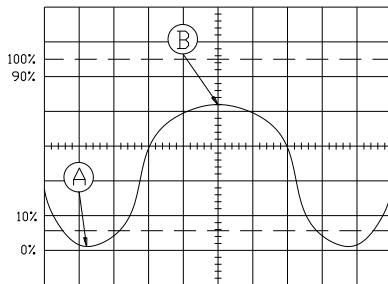

Fig. 5-3
- (1) CH1 또는 CH2 에 신호를 입력하고 선택한 채널을 VERT 로 설정합니다.
- (2) 전압 감쇠기를 설정하고 파형을 관찰합니다. 표시된 파형을 약 5 DIV 로 유지하십시오. 변수를 확인하고 시계 방향으로 CAL 로 돌립니다.
- (3) 레벨을 조정하여 파형을 안정되게 유지합니다 (레벨이 고정 된 경우 필요 없음)
- (4) 화면에 적어도 하나의 파형 주기가 표시되도록 Sweep 속도를 조정합니다.
- (5) 수직 위치를 조정하여 물결이 화면의 특정 수평 좌표에 오도록 유지합니다 (그림 Fig 5-3 의 점 A 로 표시)
- (6) 화면 중앙의 특정 수평 좌표상 파형 상위에 위치하도록 수평 위치를 조정합니다 (그림 5-3 의 점 B 로 표시)
- (7) 포인트 A 와 B 사이의 수직 번호로 나누어 확인합니다.
- (8) 다음 공식을 사용하여 측정 된 신호의 Vp-p 를 구하십시오. :
예를 들어, 그림 Fig 5-3 에서 점 A 와 B 사이의 수직 분할 수는 4.2 DIV 이고 10 : 1 프로브의 수직 편향 요소는 2V / DIV 이므로 $V_{p-p} = 2 \times 4.2 = 8.4V$